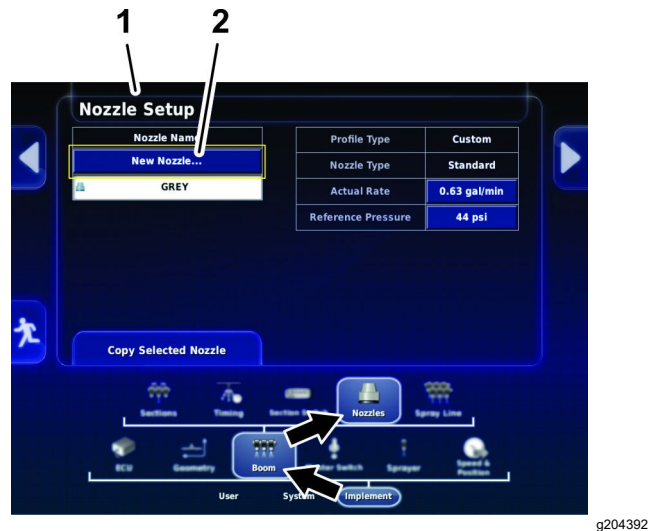

Figure 76
- 3. Appuyez sur les icônes accessoire, rampe et buses (Figure 76).
- 4. Sur l'écran de réglage des buses, appuyez sur l'icône NEW NOZZLE... (nouvelle buse) en haut de l'écran (Figure 76).